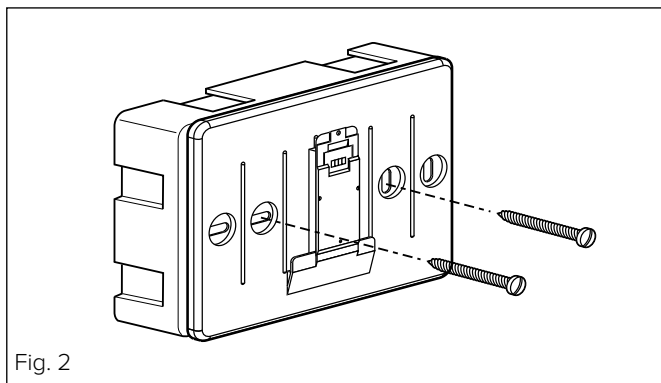

Fig. 2
- Fixe a base do aparelho na caixa da parede, utilizando os parafusos fornecidos com o kit (fig.2),